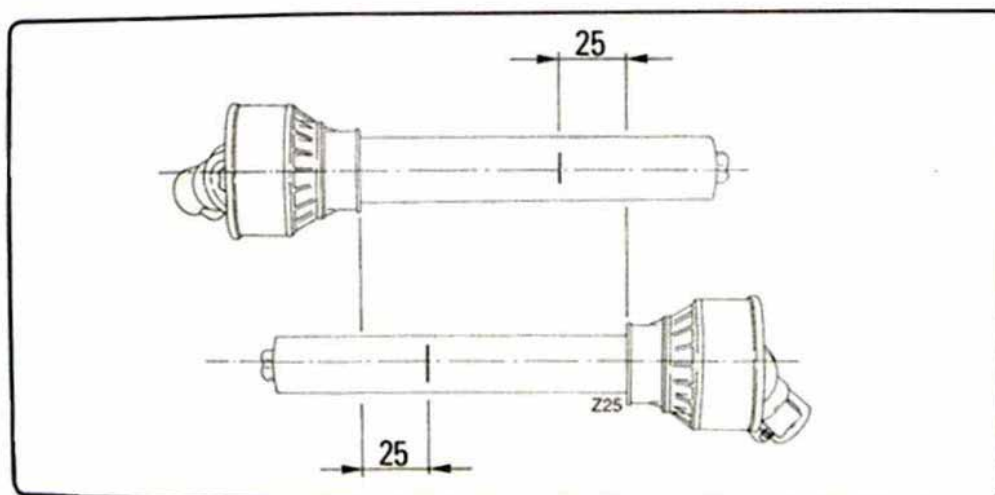

fig. 4.3.1
- Repérez à l'aide d'une pointe à tracer l'emplacement de raccourcissement des deux demi-arbres, à 25 mm du haut de chaque demi-arbre comme indiqué sur la Fig. 4.3.1.